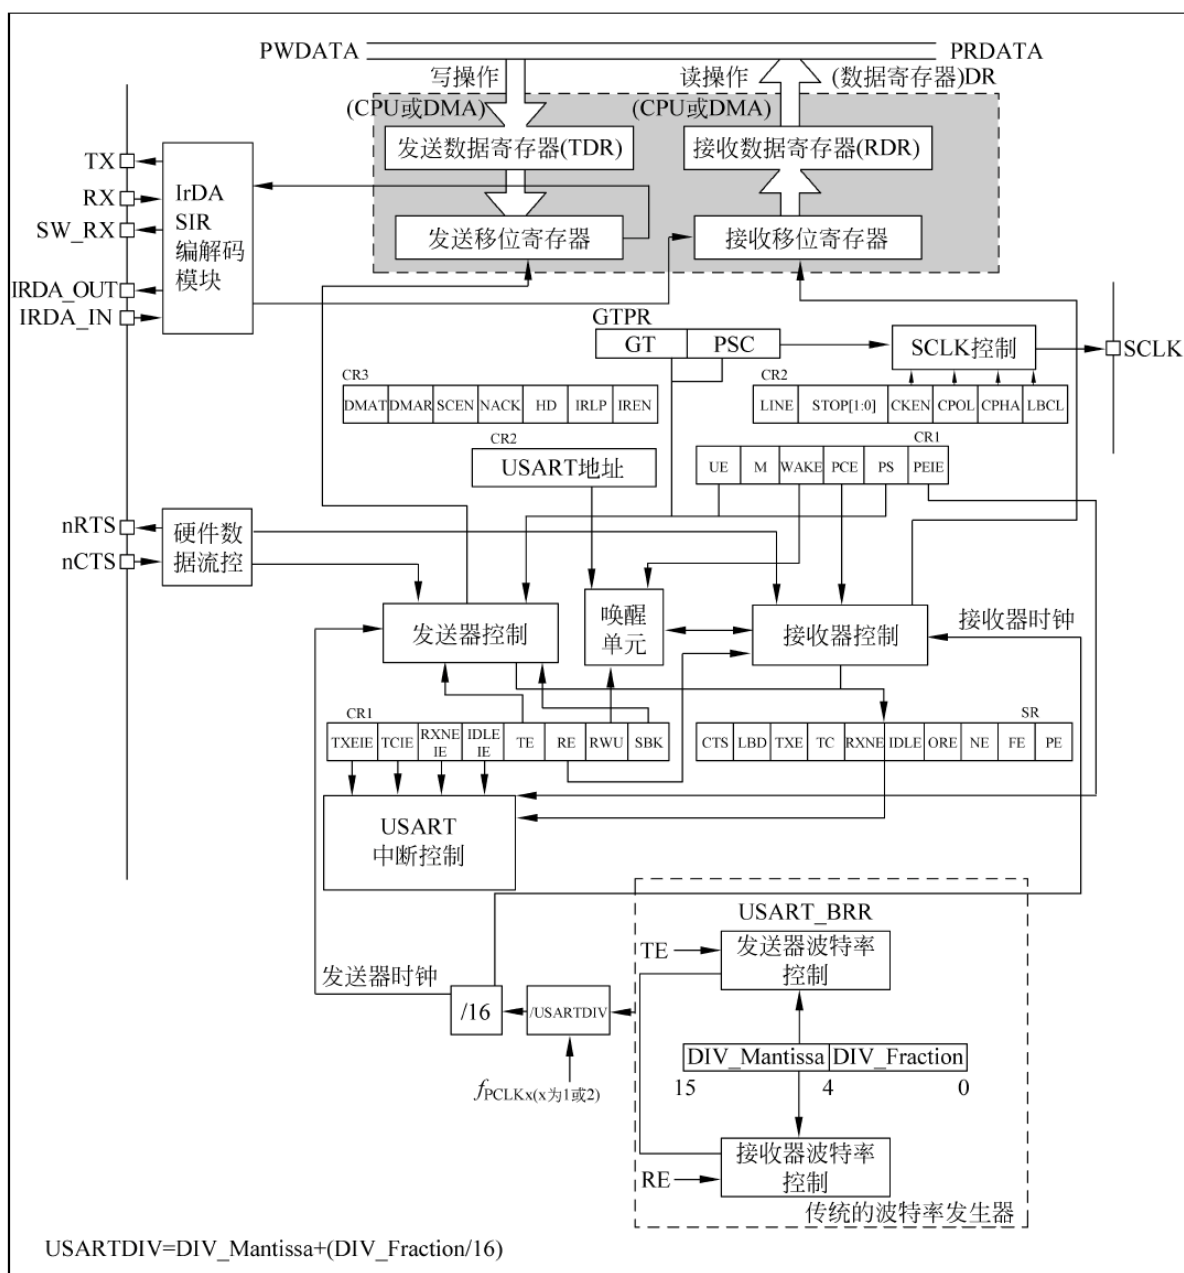
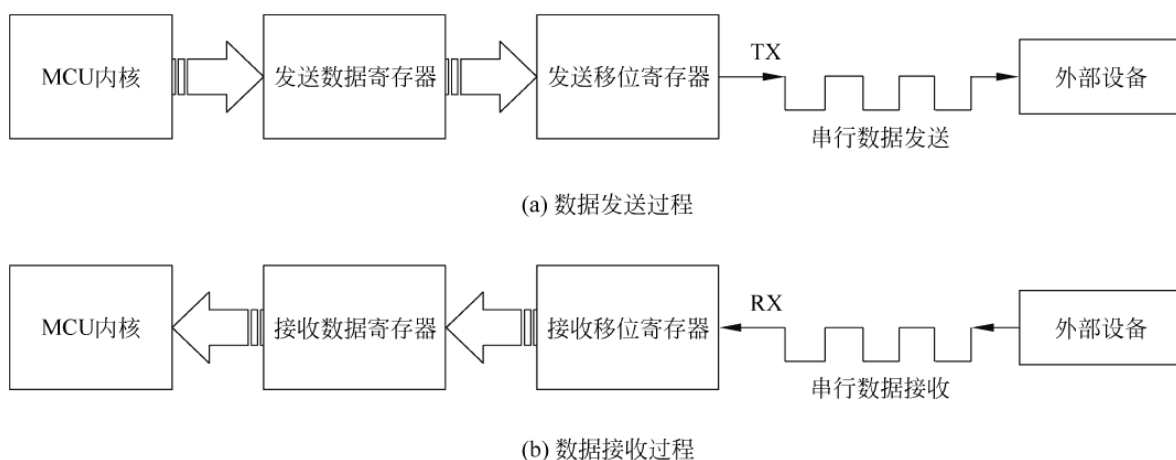

图 7.2 STM32 串口结构
图 7.3 数据发送与数据接收过程
STM32 的串口主要由 3 个部分组成：波特率的控制部分(图 7.2 中标号①)、收发控制部分(图 7.2 中标号②)和数据存储转移部分(图 7.2 中标号③)。
将图 7.2 中标号③的部分,即串口数据发送接收的过程做一个简单的图示,见图 7.3。收发控制器根据寄存器配置,对数据存储转移部分的移位寄存器进行控制。当需要发送数据时,如图 7.3(a)所示,内核或 DMA 外设把数据从内存(变量)写入到发送数据寄存器 TDR 后,发送控制器将自动把数据从 TDR 加载到发送移位寄存器,然后通过串口线 TX,把数据一位一位地发送出去,在数据从 TDR 转移到移位寄存器时,会产生发送寄存器 TDR 已空事件 TXE,当数据从移位寄存器全部发送出去时,会产生数据发送完成事件 TC,这些事件可以在状态寄存器中查询到。而接收数据则是一个逆过程,如图 7.3(b)所示,数据从串口线 RX 一位一位地输入到接收移位寄存器,然后自动地转移到接收数据寄存器 RDR,最后用内核指令或 DMA 读取到内存(变量)中。